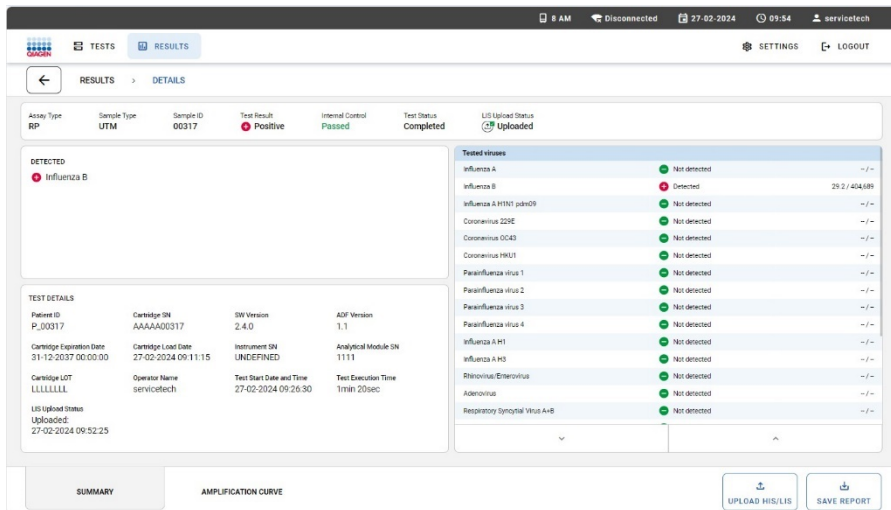

Abbildung 77. HIS/LIS-Upload-Status beim Anzeigen eines Testergebnisses.
3. Der Upload-Status wird im oberen Teil des Bildschirms und im Bereich **TEST DETAILS** (TESTDETAILS) angezeigt. Die **TEST DETAILS** (TESTDETAILS) enthalten auch zusätzliche Informationen wie das Datum des Hochladens und mögliche Fehler, die beim Hochladen aufgetreten sind (Abbildung 77).